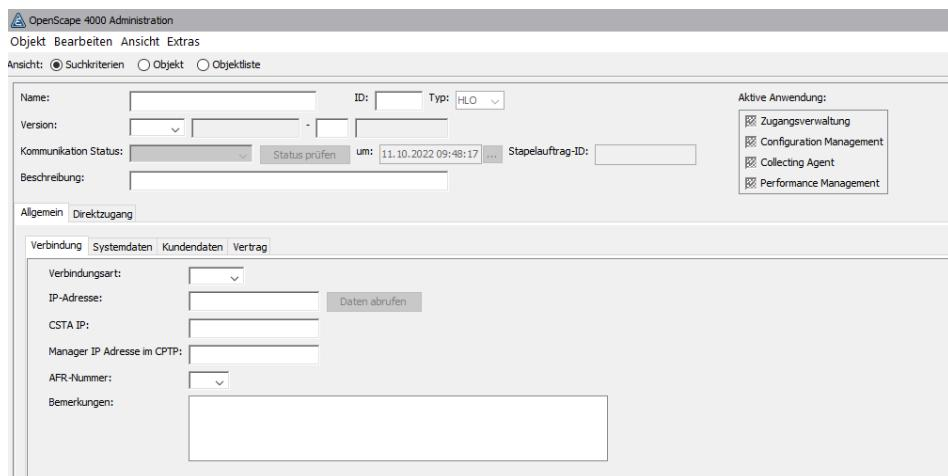

Figure 58: OpenScape 4000 Manager-Administration
- 2) Klicken Sie im Netzwerk-Ordner auf Domain (siehe Bild 58).